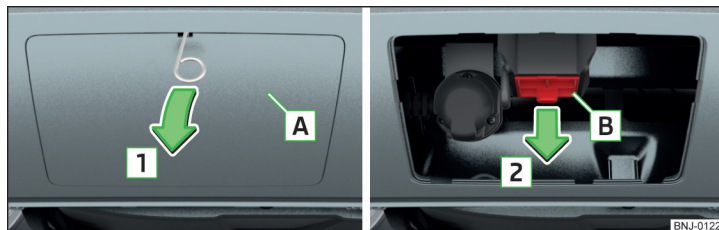

Bild 154 Avlägsna täcklocket: vid den bakre stötfångaren/för fästesurtagningen
- › Ta av täcklocket [A] » bild 154 i pilens riktning [1] med hjälp av bygeln i verktygssatsen som används för att dra av hjulsidan » sidan 163.
Förvara både skyddskåpa [A] och [B] » bild 154 på lämpligt ställe i bagagerummet efter att dessa avlägsnats.
- Sätt in täcklocket **B** » bild 154 på sidan 126 i motsatt riktning till pilen **2**.
- Fäst täcklocket **A** » bild 154 på sidan 126 i "krokarna" i det nedre stötfångarområdet.